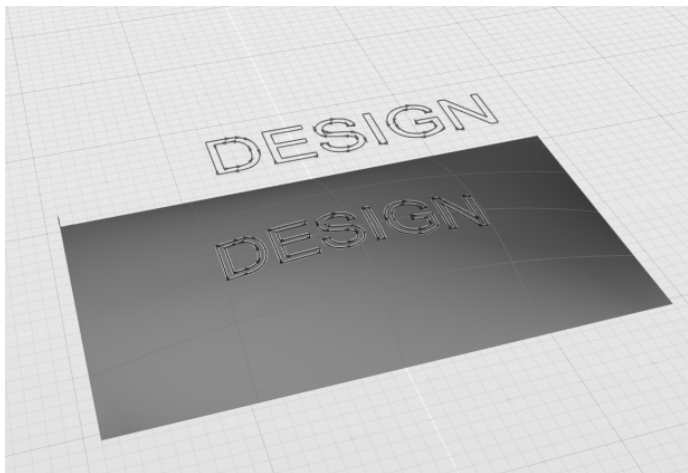

图 4-83 投影曲线至曲面
2) 激活“曲面投影”工具，将文字曲线投影到曲面上，如图 4-83 所示。